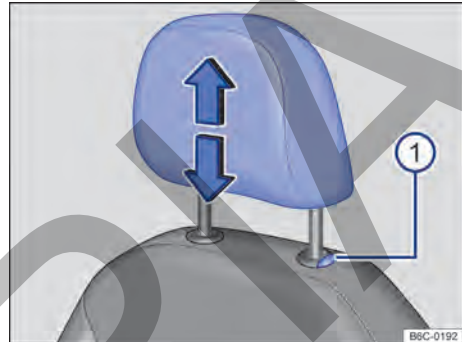

Fig. 65 Apoyacabezas delantero: ajustar.
- Mover el apoyacabezas hacia arriba o hacia abajo, en el sentido de la flecha, presionando el botón → fig. 65 ⓘ. → ⚠ en *Introducción al tema* de la pág. 80